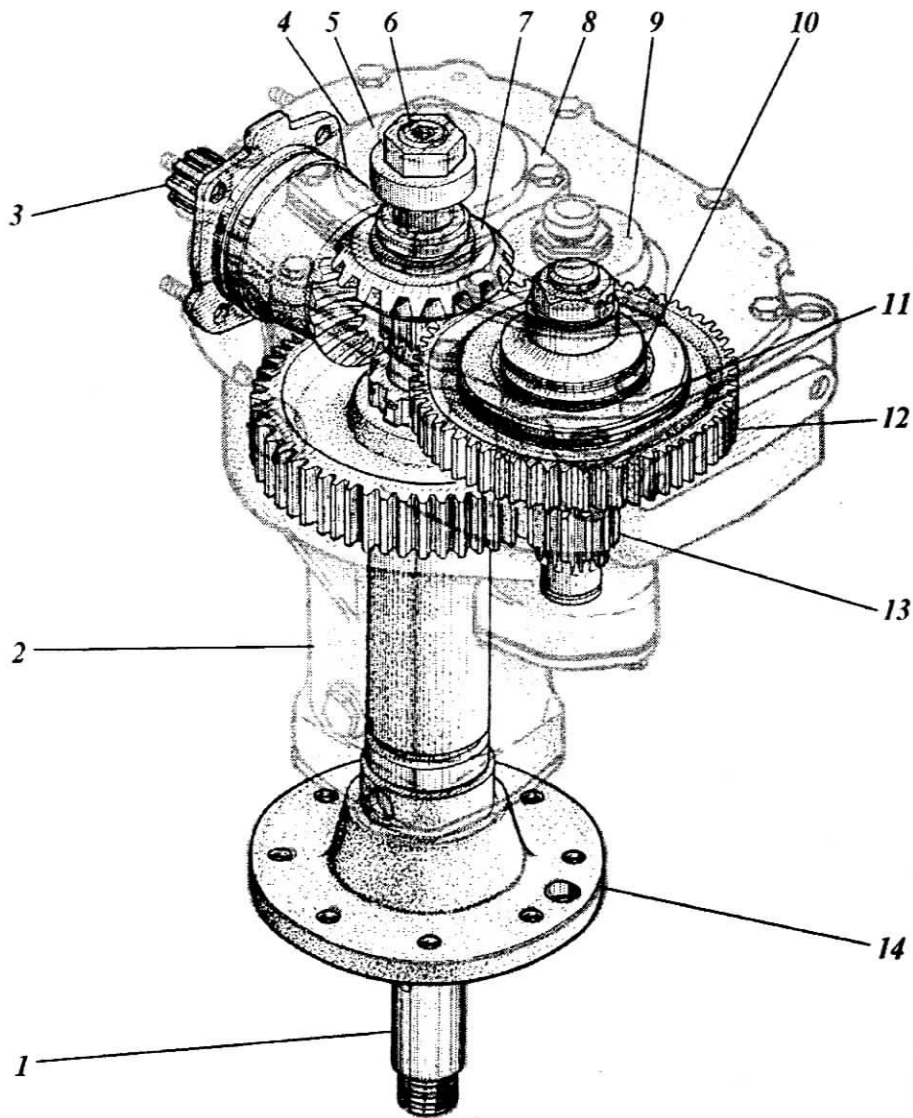

Рис.117 - Редуктор конический.
- с помощью опор 8 (рис.117) установите жатку таким образом, чтобы труба верхняя проставки была несколько выше ловителя питателя комбайна;
При установке новой пары конических шестерен необходимо добиться их правильного взаимного расположения для получения надежного контакта зубьев. Для этого отпустите гайку, стопорящую вертикальный вал 2 (рис.117) редуктора снизу. Установите на вал ведомую шестерню 7, опору 8 и диск 5. Затяните их гайками 6 на валу до упора. Сначала установите положение ведомой шестерни, потом регулируйте положение ведущей. Ведомую шестерню 7 установите таким образом, чтобы вершина ее начального конуса совпала с осью вала ведущей шестерни 3. Это соответствует теоретическому монтажному расстоянию 36,947 мм, на котором производилась нарезка зубьев ведомой шестерни. Установку теоретического монтажного расстояния производите следующим образом:
Сверните три болта и снимите крышку 9 (рис.117). Расшплинтуйте гайку на валу и подожмите тарельчатые пружины 10 муфты на 1/6 оборота гайки. Затем зашплинтуйте гайку и установите на место крышку.